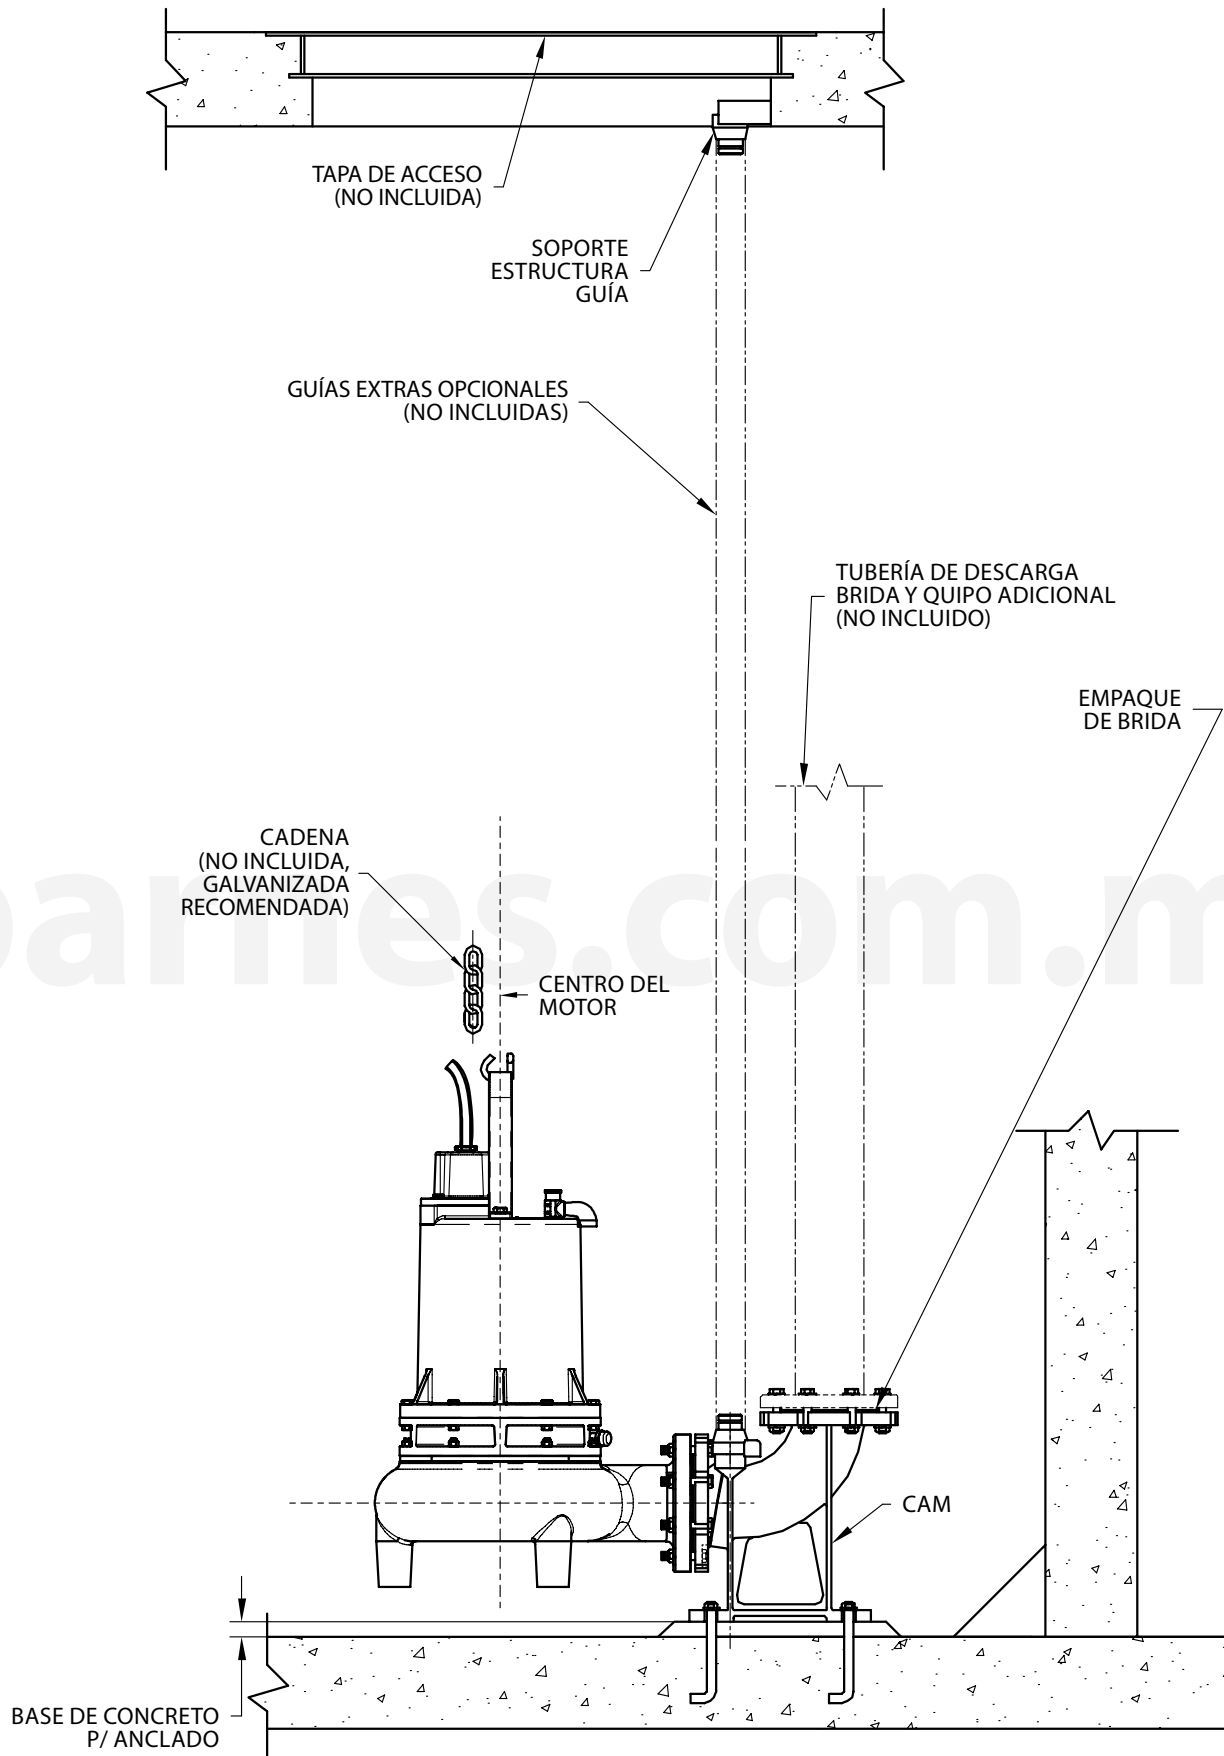

Figura 6
**Instalación de la bomba al codo de acoplamiento móvil** (vea la figura 6) - Estas instrucciones aplican para todas las bombas Barmesa con una brida horizontal de 125 lbs (56.6 kg) en la voluta. Todas las partes CAM estándar y que no produzcan chispas son las mismas excepto por el ensamble móvil. El ensamble CAM-4 estándar utiliza un acoplamiento móvil de hierro gris.